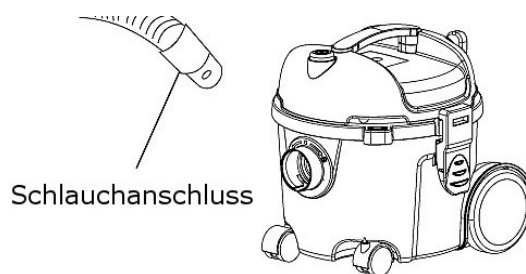

Fig. 6: Montaje de la manguera de aspiración
Paso 4: Conecte la manguera a la entrada del aspirador en seco (fig. 6).